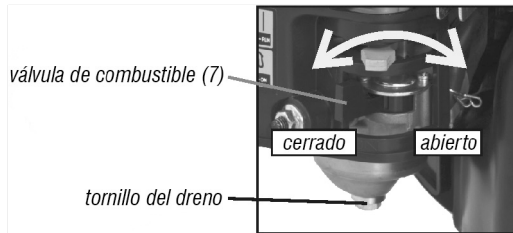

Fig. 13 - Tornillo del drenaje
- 2 – Posicione la válvula de combustible para posición OFF (cerrada) (fig. 13);
- 4 – Con auxilio de una llave retire el tornillo del drenaje (fig. 13);
- 5 – Posicione la válvula de combustible para posición ON (abierto) (fig. 13) y drene todo el combustible para evitar la formación de residuos en el sistema de combustible;